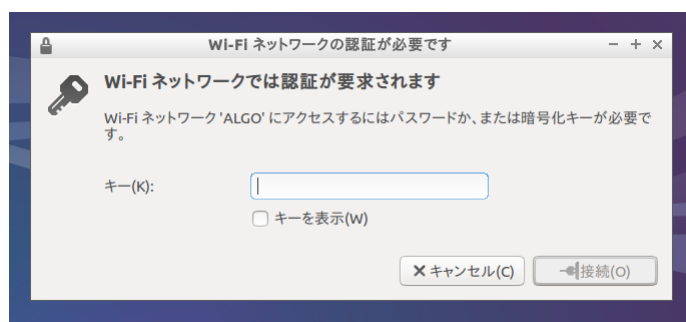

図 2-5-2. キー入力画面
- ②図 2-5-2 のようなキー入力画面が表示されます。キーを入力し、[接続]を押してください。